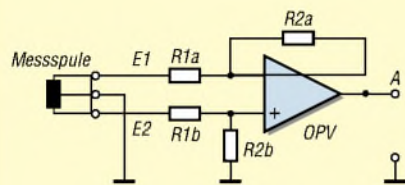
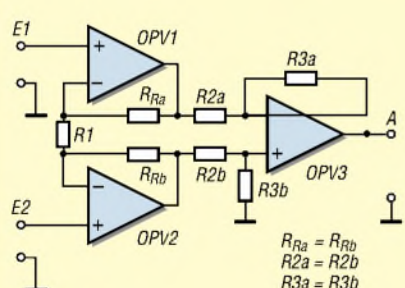

Bild 3: Symmetrische Ankopplung an den Differenzverstärker
Bild 6: Instrumentationsverstärker
Bild 6: Messbeispiel eines mit dem SYN500 und der Networkanalyzer-PC-Software vermessenen Helixfilters. Die blaue Messkurve (1) zeigt das Durchlassverhalten des Filters von 130 bis 160 MHz. Die rote Kurve zeigt die Anpassung, wobei die SWV-Messbrücke Verwendung fand. Gut zu erkennen ist auch die zweite Markerebene mit den gelben Markern.
Bild 3 zeigt eine Messanordnung mit einem angeschlossenen Detektor und einem SMA-Abschlusswiderstand als Messobjekt (DUT). In Bild 6 sehen Sie den Beispielausdruck der Messung eines Helixfilters für 145 MHz, das mit SYN500 abgeglichen wurde.
Ideal ist es, die Schaltung aus Bild 3 so zu verändern, dass die beiden eingangsseitigen Operationsverstärker einen größeren Anteil an der Verstärkung haben als der eigentliche Differenzverstärker. Dadurch verbessert sich die Gleichtaktunterdrückung und die Gesamtverstärkung kann mit $R1$ variiert werden, Bild 6.